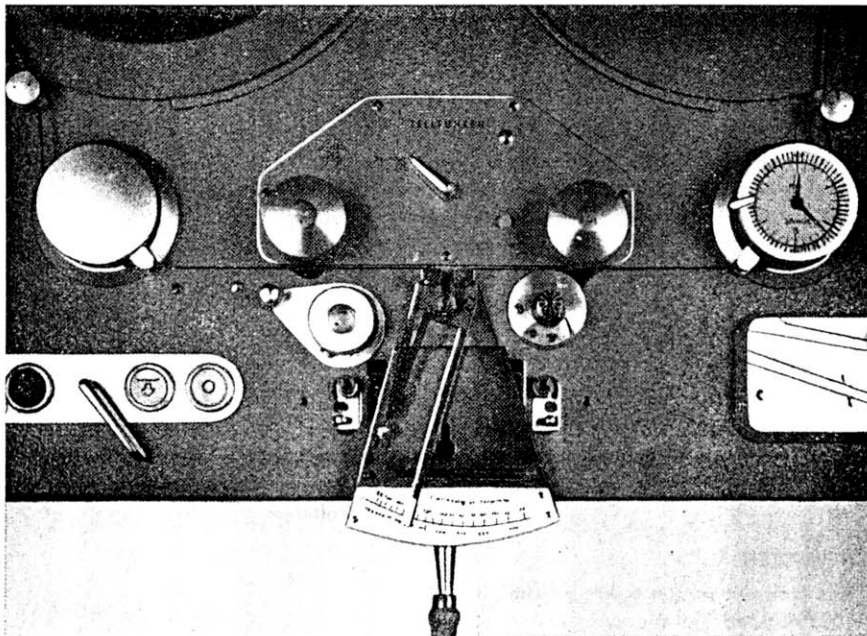

Bild 5: Bandzugmessung zwischen Filter- und Tonwelle
3.1.13 BANDZÜGE ZWISCHEN FILTER- UND TONWELLE (siehe Bild 5)